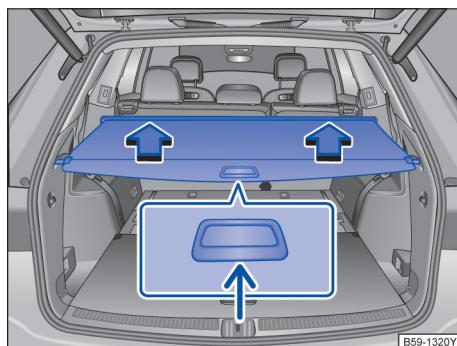

图 187 在行李厢中：已关闭的行李厢盖板
- 抓住把手→图 187（小箭头），向后拉动盖板并挂入侧面固定槽中。